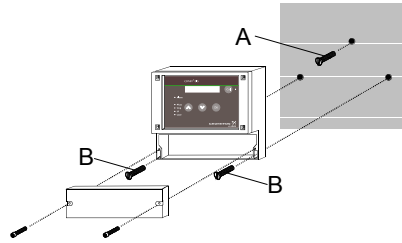

Abb. 4 Montagezeichnung
2. Schraube (A) in den oberen mittleren Dübel eindrehen, sodass sie ca. 1 cm übersteht. Siehe Abb. 4.
4. Gerät auf Schraube (A) aufsetzen.
5. Gerät mit den beiden Schrauben (B) befestigen.